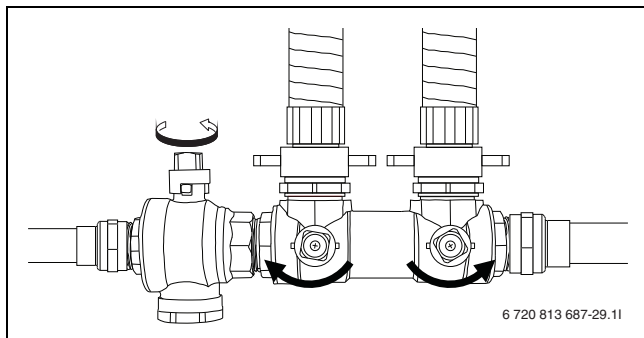

Bild 14 Påfyllnadssatser i påfyllningsläge
- ▶ Vrid ventilerna på påfyllnadssatsen så att de står i påfyllningsläge (→ Bild 14).